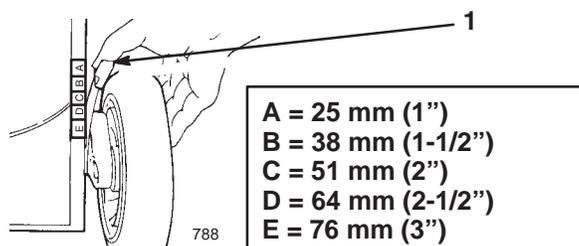

Figure 13
- Pour changer la hauteur de coupe, tirez le levier de réglage de hauteur vers la roue et sélectionnez la position souhaitée (Fig. 13).